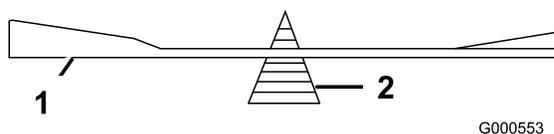

Figura 48
2. Controllate l'equilibrio della lama posizionandola su un bilanciatore (Figura 48). Se la lama rimane in posizione orizzontale, è bilanciata e può essere utilizzata. Se la lama non è bilanciata, limate del metallo soltanto dalla costa (Figura 47). Ripetete la procedura finché la lama non è perfettamente bilanciata.